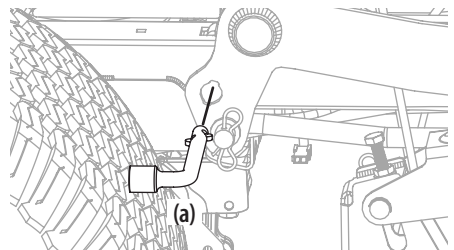

Figure 43
- Sur les tracteurs équipés du bouton de levage du plateau, utilisez la pédale et le bouton de levage du plateau pour placer le plateau dans la position la plus basse, puis utilisez l'outil multiple (a) pour verrouiller les composants de l'élévateur du plateau en place, comme indiqué dans la Figure 43. Sur les tracteurs équipés d'une poignée de levage du plateau, abaissez le plateau dans la position la plus basse.